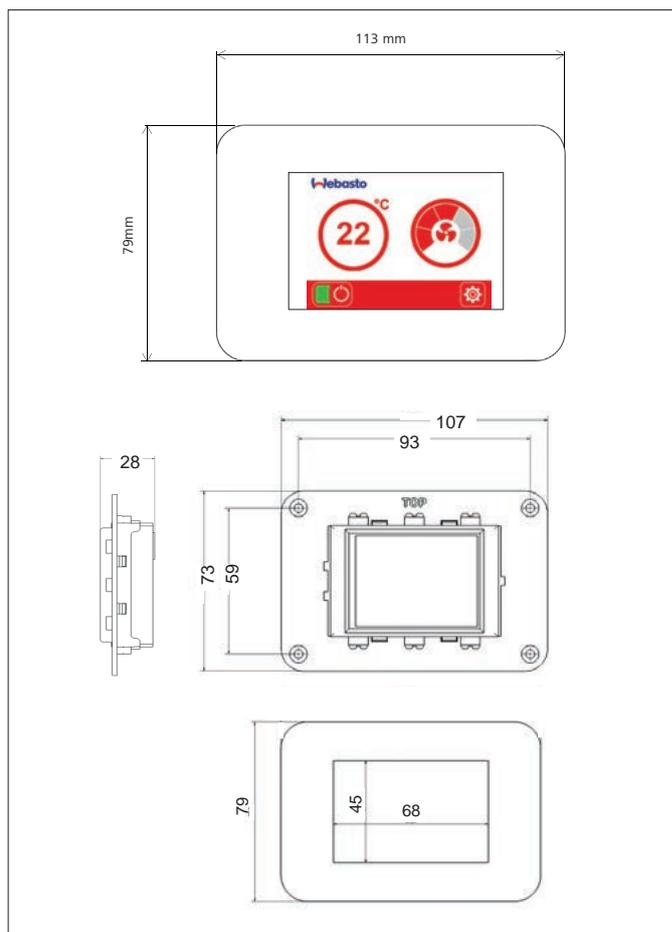

Fig.14 Montaggio BlueCool MyTouch
- ▶ Praticare un'apertura per il pannello di comando nella posizione di montaggio desiderata. Dimensioni apertura, v. Fig.14.